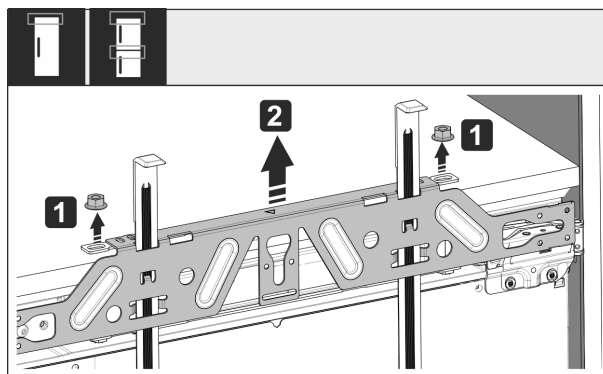

Fig. 58
- ▶ Svitare i controdati Fig. 58 (1).
- ▶ Togliere la traversa di fissaggio Fig. 58 (2).